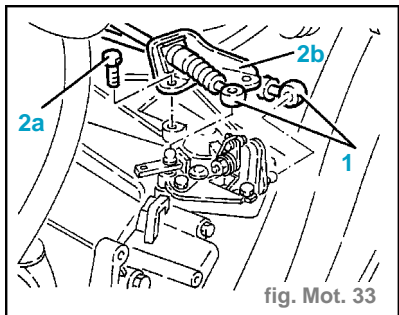

fig. Mot. 33
- Déconnecter les flexibles (1) d'embrayage/de sélection des vitesses. (fig. Mot. 33)